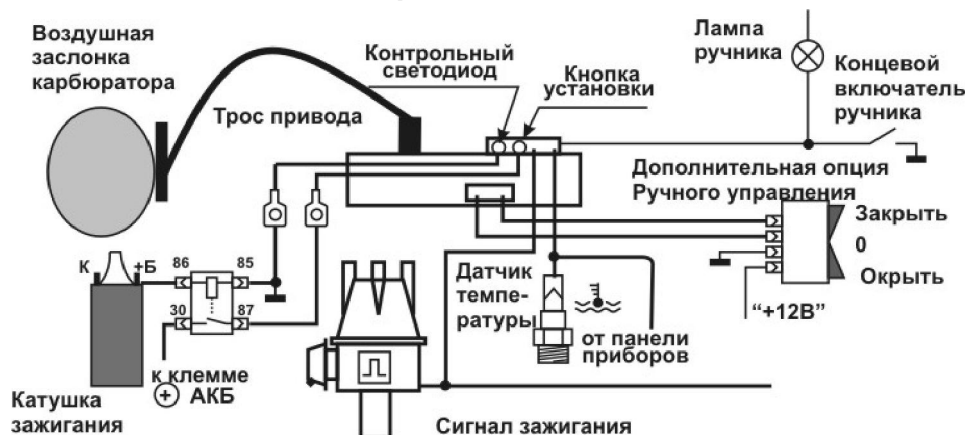

Рисунок 1 – Схема подключения устройства
2.2 На корпусе устройства имеется двухконтактный разъем для подключения дополнительного кабеля с кнопкой ручного управления положением заслонки (см. рисунок 1 и приложение А.)
6.2.1 Провод (0.35-0.5мм², длиной 1м) «Сигнал датчика температуры» подключить к проводу штатного одноконттактного датчика температуры ДВС (см. рисунок 1). Провод подключить зажимом с проколом изоляции или другим способом, обеспечив надежный контакт.